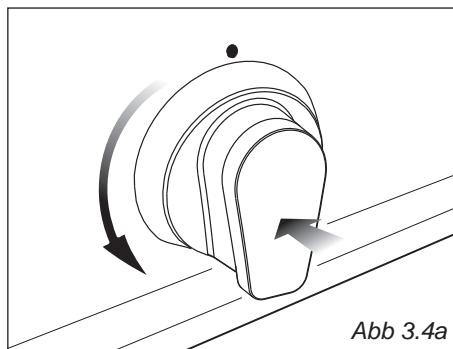

Abb. 3.4a
- Den Regler drücken und entweder im Uhrzeigersinn oder entgegen des Uhrzeigersinns bis zur Position (Maximalstellung des inneren Flammenkranzes) oder Position (Maximalstellung des inneren und äußeren Flammenkranzes) drehen, den Regler hineindrücken und gedrückt halten, bis die Flamme entzündet ist (Abb. 3.4a oder 3.4b). Die Funken des Zünders im Innern des jeweiligen Brenners entzünden die Flamme.